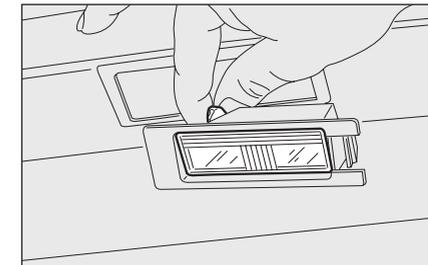

Рис. 28
- поміняйте лампу **(рис. 28)**, розсунувши пружинні контакти і переконавшись, що нова лампа надійно закріплена між ними;